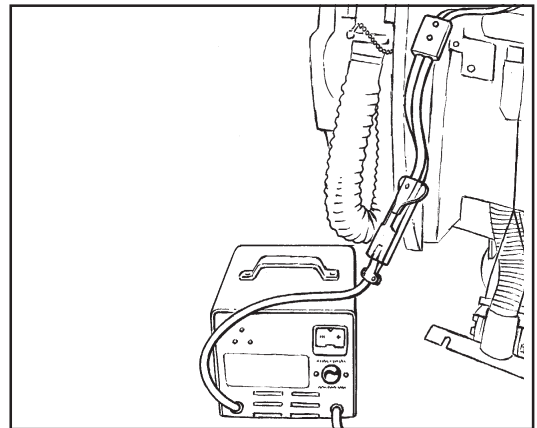

Figura 14B
5. Conecte el empalmador CC del cargador con el empalmador del conjunto de baterías. (Véase figura 14B.)